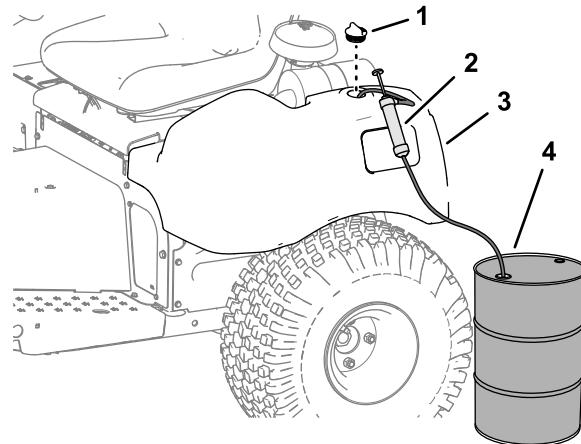

Рисунок 47
1. Снимите крышку гидравлического бака (Рисунок 47).
2. Выкачивайте гидравлическую жидкость из гидравлического бака (Рисунок 47).